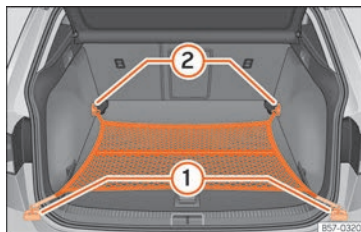

Abb. 123 Im Gepäckraum: flach eingehängtes Gepäckraumnetz.
- Hängen Sie die Haken in die Verzurrösen (1) und (2) » Abb. 123 ein » . Der Reißverschluss des Gepäckraumnetzes muss dabei nach oben zeigen.